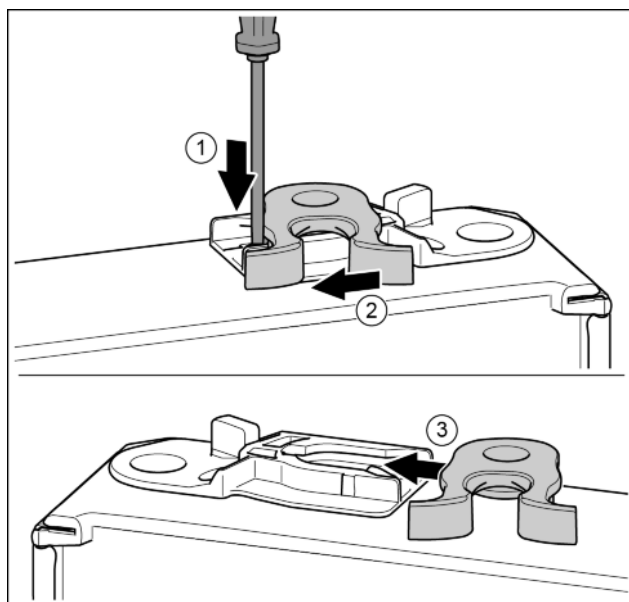

Fig. 14
- ▶ Pousser vers le bas la languette avec un tournevis plat. Fig. 14 (1)
- ▶ Tirer le crochet de fermeture en dehors du guide. Fig. 14 (2)
- ▶ Pousser le crochet de fermeture dans le guide de l'autre côté. Fig. 14 (3)